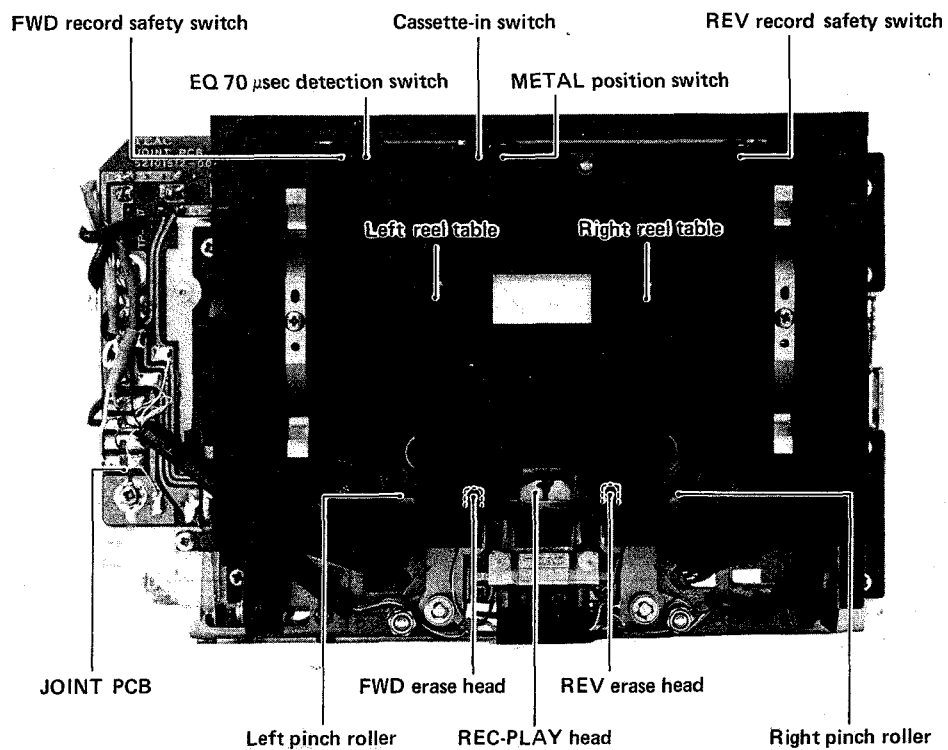

Fig. 3-2 Transport front view トランスポート前面図
1. While pushing up the cassette-in switch with the cassette holder shut (Fig. 3-2), place in forward play mode. Keep the cassette-in switch pushed up during measurement.
1. カセット・ホルダを閉じた状態で、カセット・イン・スイッチ (Fig. 3-2) を上方に押して、FWDプレイ・モードにする。測定中、カセット・イン・スイッチは上方に押し続けること。